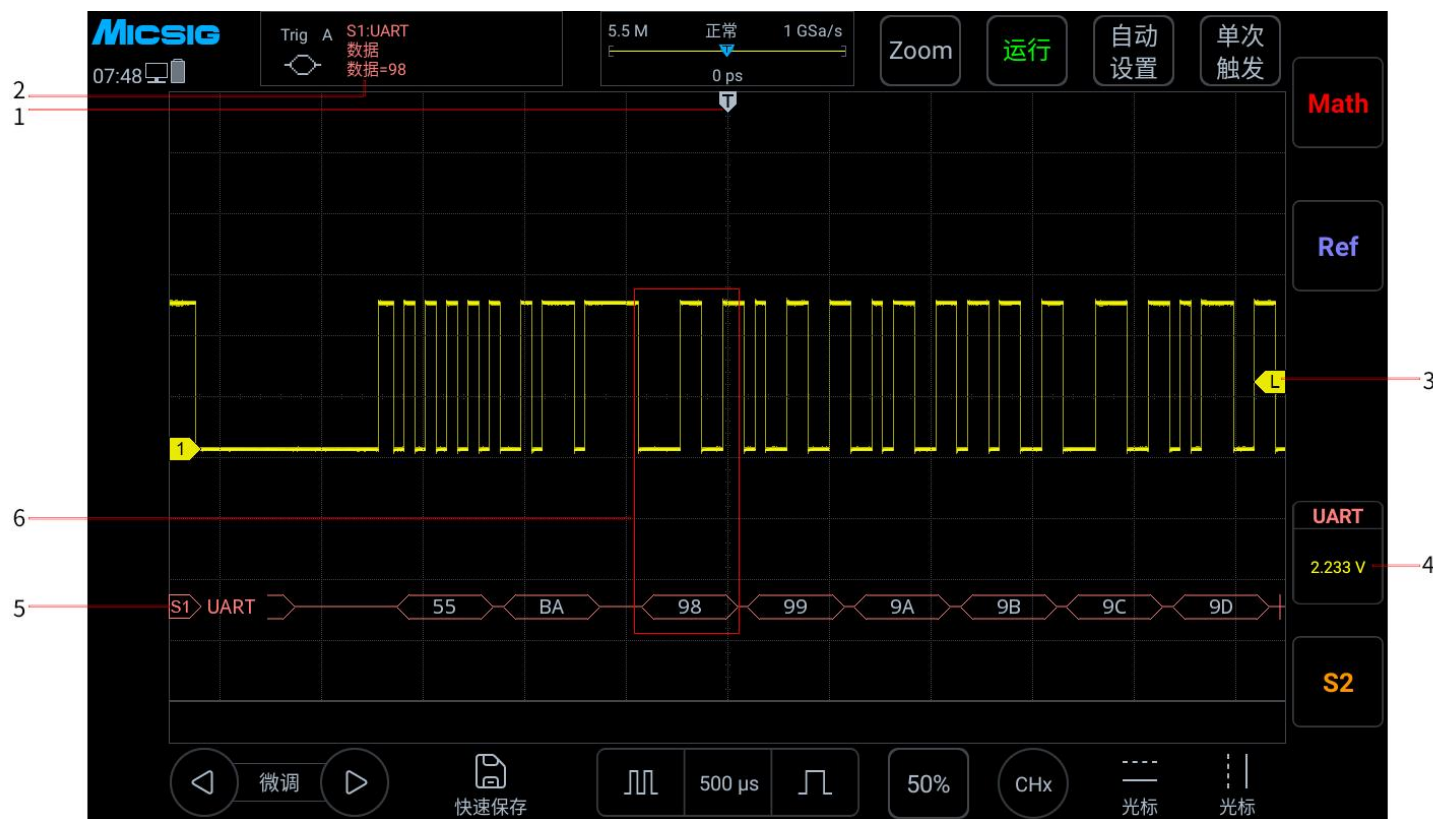

图 13-8 UART 图形界面
- (1) 轻点 S1 打开解码通道, 向左轻扫 S1 打开总线配置菜单;
- (2) 选择总线类型为 “UART”, 依次点选 “Ch1”, “空闲高”, “校验无”, “8bit”, “19.2kb/s”, 显示 “十六进制”, 然后关闭菜单;
- (3) 打开触发方式设置菜单, 点选 “数据”, 条件设为 “=”, 数据内容手动输入 98, 按 “enter” 确定;
- (4) 根据信号的幅值电平调节阈值电平使信号稳定触发。UART 触发图形界面见图 13-8: